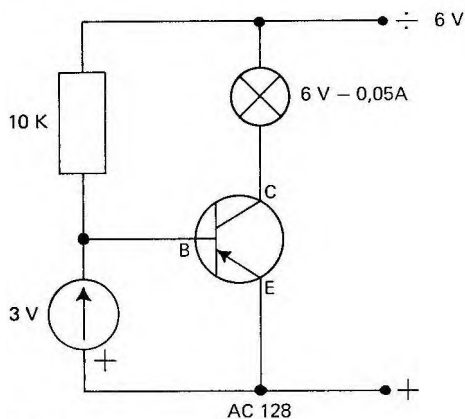
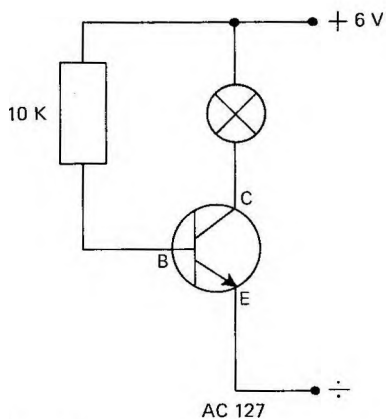

Fig. 88
Fig. 93
Kredsløbet fra fig. 88 vil med NPN transistoren AC127 se således ud (fig. 93):
Vi danner opstillingen fra fig. 88 med AC128. Fra C til plus indsættes et voltmeter. Det viser næsten nul, når lampen (L) lyser. En ledning forbindes fra basis til plus. Derved kommer der positiv spænding på basis, og der går ikke strøm gennem transistoren. L lyser ikke. Voltmetret viser 6 V.